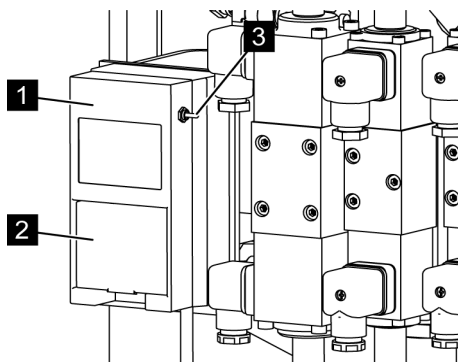

Fig. 105: Chargeur
4. ➔ *Enlever la batterie chargée (Voir la Fig. 105/2) du chargeur (Voir la Fig. 105/1) et y mettre une pile vide. S'assurer que l'interrupteur à bascule (Voir la Fig. 105/3) est sur « on ».*
En cas d'arrêt prolongé, couper le chargeur (interrupteur à bascule (Voir la Fig. 105/3) sur « off »), pour ne pas décharger la batterie principale de la machine.